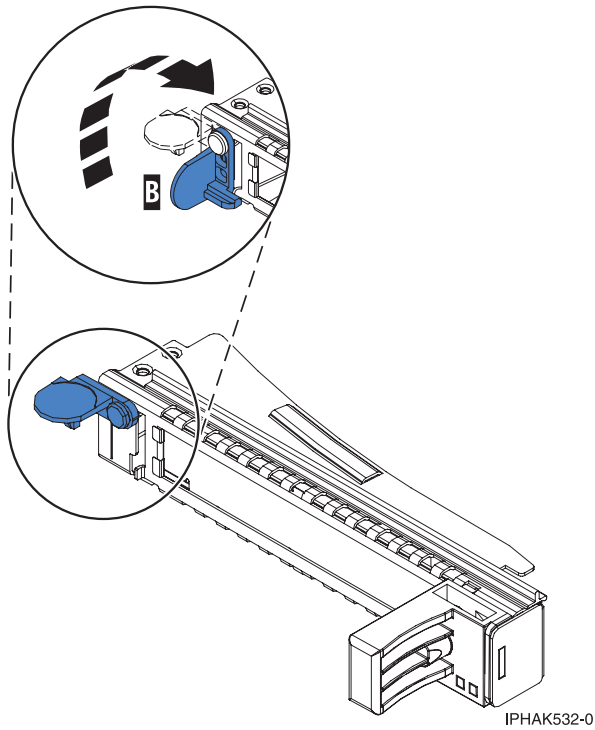

Figure 21. Ouverture du levier de blocage de la contre-poupée
- a. Pour débloquer la contre-poupée d'obturation, faites pivoter le taquet **(B)** sur l'extrémité de contre-poupée de la cassette, comme illustré dans la figure 21, à la page 20.